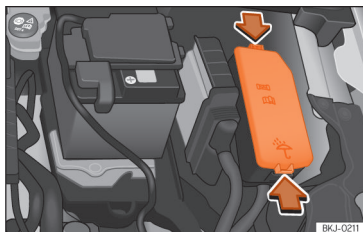

Fig. 168 No compartimento do motor: tampa da caixa de fusíveis.
- Pressione as patilhas de bloqueio para desbloquear a tampa da caixa de fusíveis >>> **Fig. 168**.